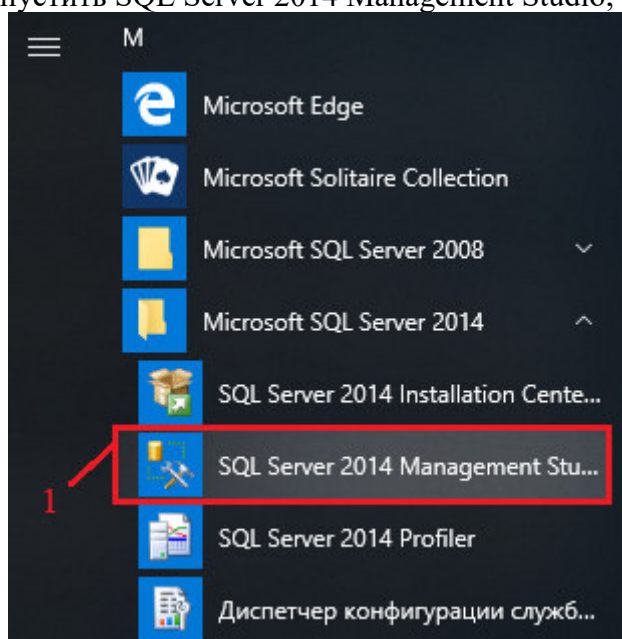

Рисунок 3.7.2
- выбрать из списка программ папку «Microsoft SQL Server 2014» (см. Рисунок 3.7.2) и запустить SQL Server 2014 Management Studio;